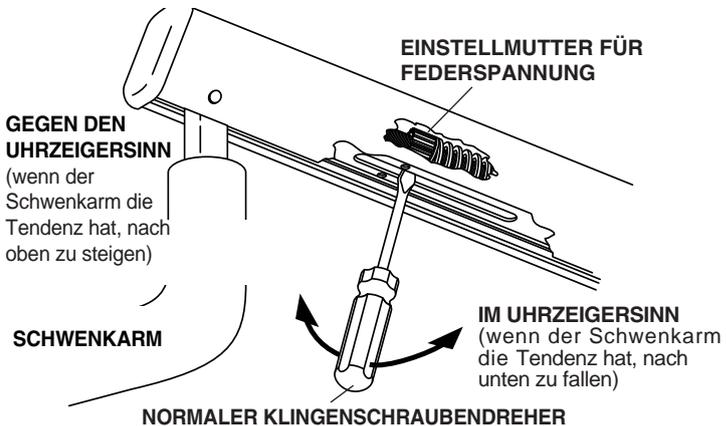

Bild 19. Federspannung einstellen
- Wenn der Arm dazu neigt, nach unten wegzusacken, drehen Sie die Einstellschraube für die Federspannung im Uhrzeigersinn (von unterhalb des Schwenkarms gesehen, siehe Bild 19).